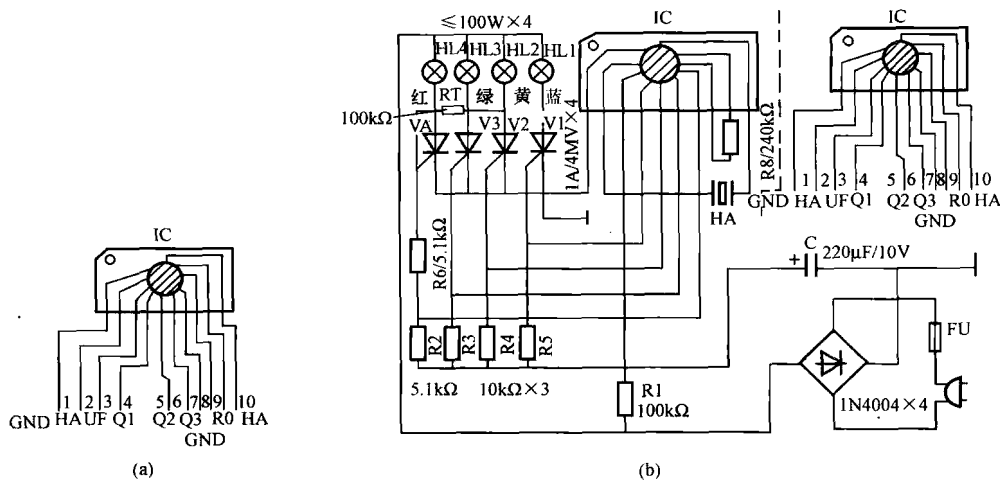

图 1-2 音乐彩灯控制电路 (二)
曲，又可触发晶闸管，驱动彩色灯泡，电路如图 1-2 所示。
电路工作原理: 图 1-2 (a) 为此音乐 IC 的外形及引出脚功能。 U_+ 范围在 1.5~5V, 典型工作电压为 +3V, 工作电流不大于 700μA, 控制特性为内部场效应管漏极开路输出, 灌电流典型值为 0.3mA。电路的时钟由外接 200~300kΩ 电阻取得, 当电阻为 240kΩ 时, 乐曲循环时间约 90s。
图 1-2 (b) 为彩灯控制的电路图。220V 市电经整流由 R1 与 R2 分压向 IC 的③脚提供约 +3.5V 的工作电压。电路中 R2、R4 与 R5 既是晶闸管的触发限流电阻, 也是音乐 IC 控制端的下拉电阻。增加第 4 路彩灯的方法, 基于反相位互控原理, 由于 VD4 触发取自 VD2 阳极, 当 VD2 关断时 VD4 便导通, VD2 导通 VD4 便关断。